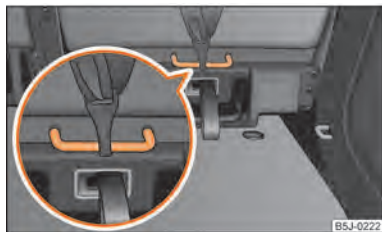

Fig. 112 Scaunul din spate: Top Tether
Scaunele laterale din spate, respectiv și scaunul din mijloc (numai în unele țări) sunt echipate în serie, pentru creșterea siguranței copiilor, cu sistemul de fixare „Top Tether”, în spatele spătarului din spate ⇒ fig. 112.
- Fixați scaunele pentru copii cu sistem „Top Tether” numai în locurile special prevăzute ⇒ fig. 112.